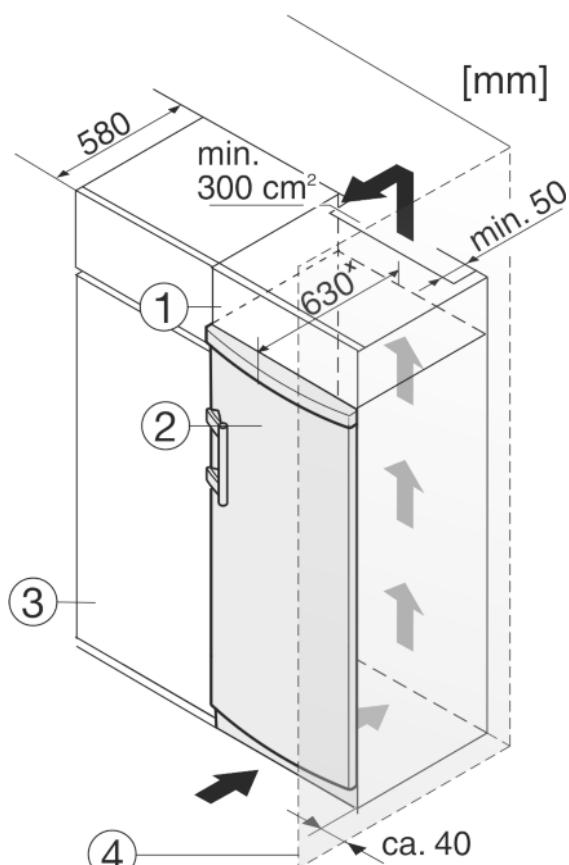

Fig. 9
Устройство может быть окружено предметами кухонной обстановки. Чтобы уравнять устройство Fig. 9 (2) по высоте с кухонной стенкой, можно установить над устройством соответствующий дополнительный шкафчик Fig. 9 (1).
При комбинировании с кухонными шкафами (глубина макс. 580 мм) устройство можно установить непосредственно рядом с кухонным шкафом Fig. 9 (3). Устройство выступает сбоку на 34 мм^x и по центру на 50 мм^x относительно передней стенки кухонного шкафа.
Если устройство установлено на шарницах у стены Fig. 9 (4), то расстояние между устройством и стеной должно быть не менее 40 мм. Настолько выступает ручка при открытой дверце.